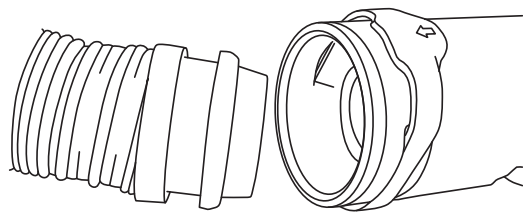

Fig. 1a
- Conecta los tubos de respiración aprobados presionando el extremo de giro de liberación rápida (Quick Release Swivel, QRS) del tubo de respiración (es decir, el extremo con el clip negro de presión) en la entrada del ducto de aire de la careta para soldar (Fig. 1a). El tubo de respiración debe hacer un sonido de clic cuando está conectado. Controla que el tubo de respiración esté fijado a la careta para soldar girando y tirando de la conexión. Si no está bien conectado, desconéctala y vuelve a conectarla.